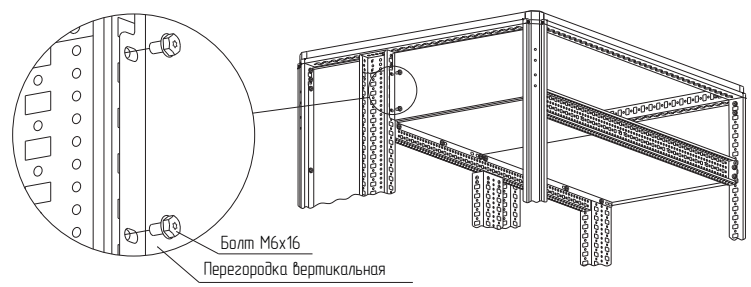

Рисунок 59
4.33.2 Закрепить перегородку вертикальную для горизонтальных шин на стойках каркаса болтами М6х16 (рисунок 59). Момент затяжки – 7 Н·м. Болты приобрести отдельно.